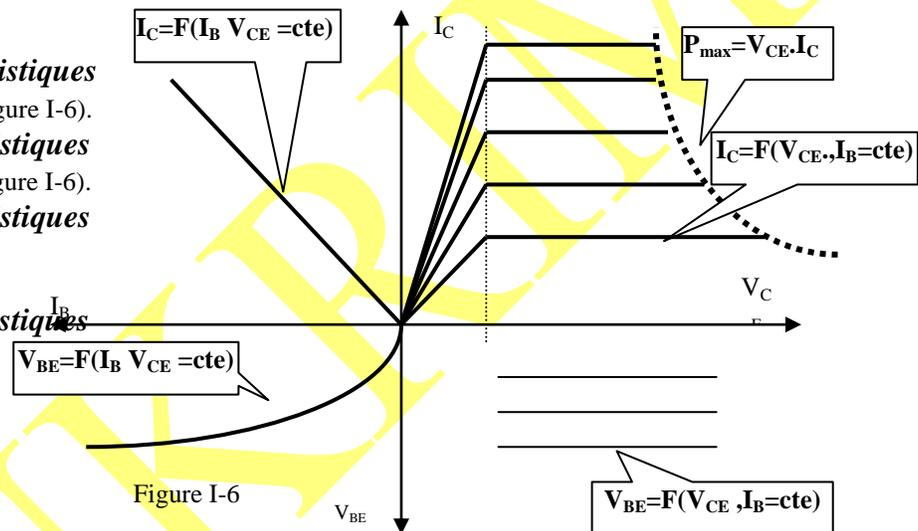
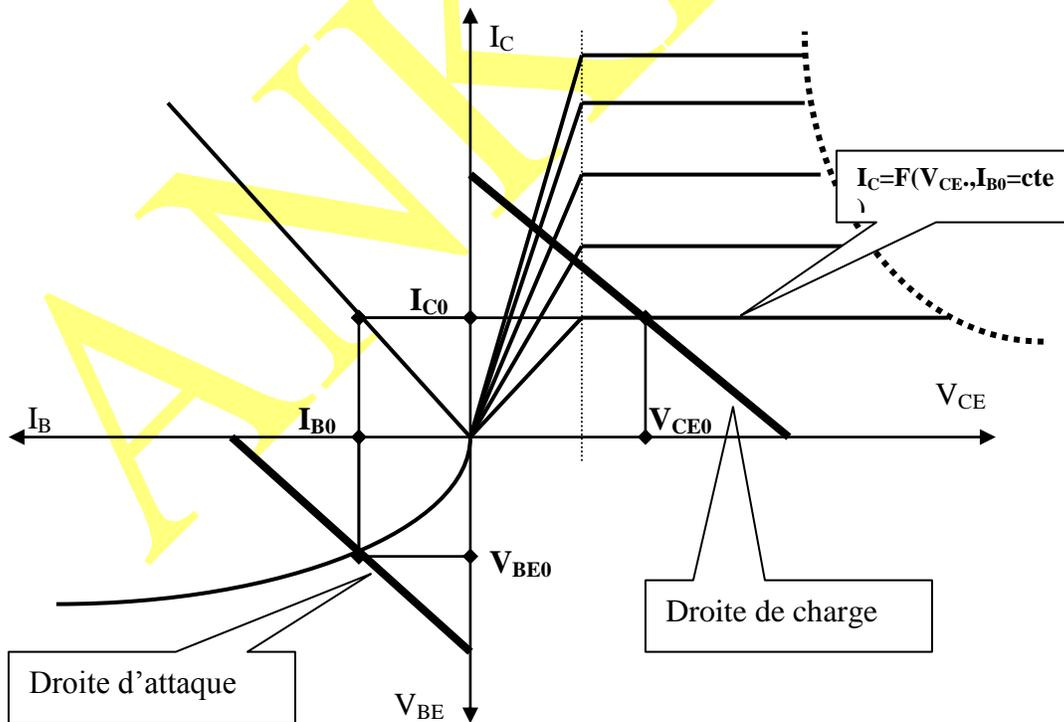

Figure I-6
Figure I-8
On relève le réseau de caractéristiques C1, C2, C3 et C4 qui sont définis comme ci- dessous et représentées sur la figure I-6.:
**II-3-1) Réseau de caractéristiques de sortie**  $I_C = F(V_{CE}, I_B = cte)$ . (figure I-6).
**II-3-2) Réseau de caractéristiques d'entrée**  $I_B = F(V_{BE}, V_{CE} = cte)$ . (figure I-6).
$I_C = F(I_B, V_{CE} = cte)$ . figure I-6
$V_{BE} = F(V_{CE}, I_C = cte)$  figure I-6.
On dispose du réseau de caractéristiques du transistor (voir figure I-6) et des droites de charge et d'attaque du transistor le point de fonctionnement est déterminé graphiquement par le tracé des deux droites sur le réseau de caractéristiques voir figure I-8